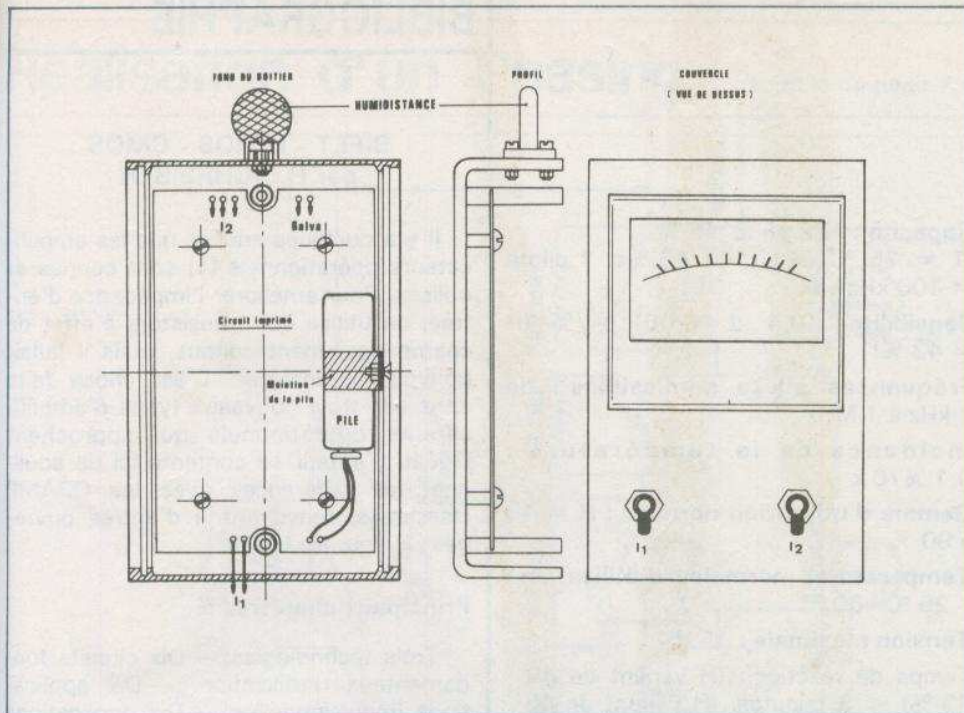

Fig. 8. - Le montage a été introduit à l'intérieur d'un coffret MMP.
d) Travail du boîtier MMP (fig. 8)
monte. La **figure 8** est un exemple de réalisation, mais chacun peut l'aménager à son goût et à sa convenance. Il est bon cependant de monter un dispositif assurant le maintien de la pile. De même, l'humidistance RTC est à monter à l'extérieur du boîtier. On peut cependant imaginer de la monter à l'intérieur par un moyen de fixation approprié et en prévoyant un certain nombre de trous de façon à assurer la circulation de l'air ambiant et afin qu'elle puisse effectivement être en contact avec l'atmosphère environnante.